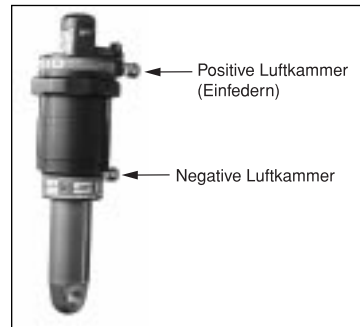

Fig. 1
Der Luftdruck im Federelement sollte je nach Körpergewicht und Fahrstil gewählt werden. Sie können den Luftdruck sowohl in der positiven als auch der negativen Luftkammer ändern (s. Abb. 1). Im folgenden ist der Unterschied zwischen dem positiven und dem negativen Luftdruck beschrieben, und wie diese eingestellt werden.
Das Ventil am dicken Teil des Federelements dient zum Einstellen des positiven Luftdrucks (Abb. 1). Wenn Sie den positiven Luftdruck einstellen, ändert sich die Federhärte des Federelements. Je stärker Sie das Federelement aufpumpen, desto härter wird es.
1. Finden Sie das positive Luftventil (Einfedern) (Abb. 1).
Mit dem negativen Luftventil (Abb. 1) stellen Sie die Federeigenschaften (Fahrgefühl) Ihres Fahrrads ein. Sie können den Luftdruck der negativen Luftfeder mit einer Handpumpe einstellen.